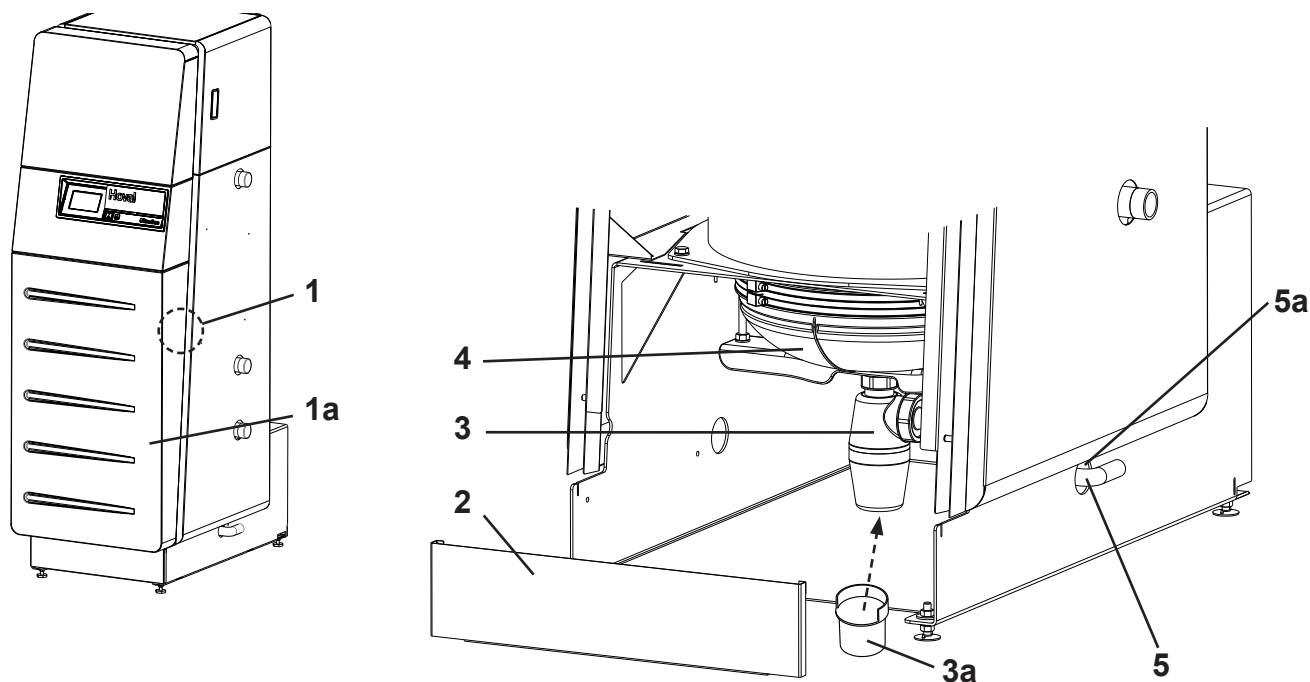

Fig. 09
1. Retirez le capot avant (1a, Fig. 09). Desserrez les boulons de sécurité sur les côtés (1, Fig. 09) (d'env.  $\frac{1}{4}$  de tour vers la gauche). Soulevez le capot avant tout droit vers le haut et retirez-le vers l'avant.
2. Retirez la plaque du socle (2, Fig. 09). Soulevez la plaque du socle tout droit vers le haut et retirez-la.
3. Vissez le siphon (3, Fig. 09) sur le bac collecteur de condensats (4, Fig. 09) et serrez fermement (le raccord doit être étanche)!
5. Posez l'écoulement (5, Fig. 09) sur le siphon (3, Fig. 09) et conduisez-le vers l'extérieur à travers l'ouverture (5a, Fig. 09) (côté gauche ou droit au choix).
6. Branchez le conduit de raccordement (5, Fig. 09) à l'écoulement (2 m de tuyau livré avec la chaudière).
7. Remontez le capot avant (1a, Fig. 09) et la plaque du socle (2, Fig. 09).